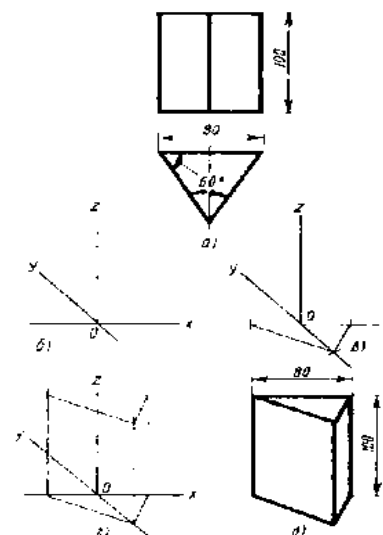

Рис. 4
1. Построить правильную треугольную призму (рис.4), используя фронтальную диметрическую проекцию:
- построить главный вид и вид с верху (рис.4а)
- вычертить оси координат (рис.4б)
- построить основание призмы (рис.4в)
- из вершин основания провести перпендикуляры, на которых отложить отрезки, равные высоте призмы (рис. 4г)